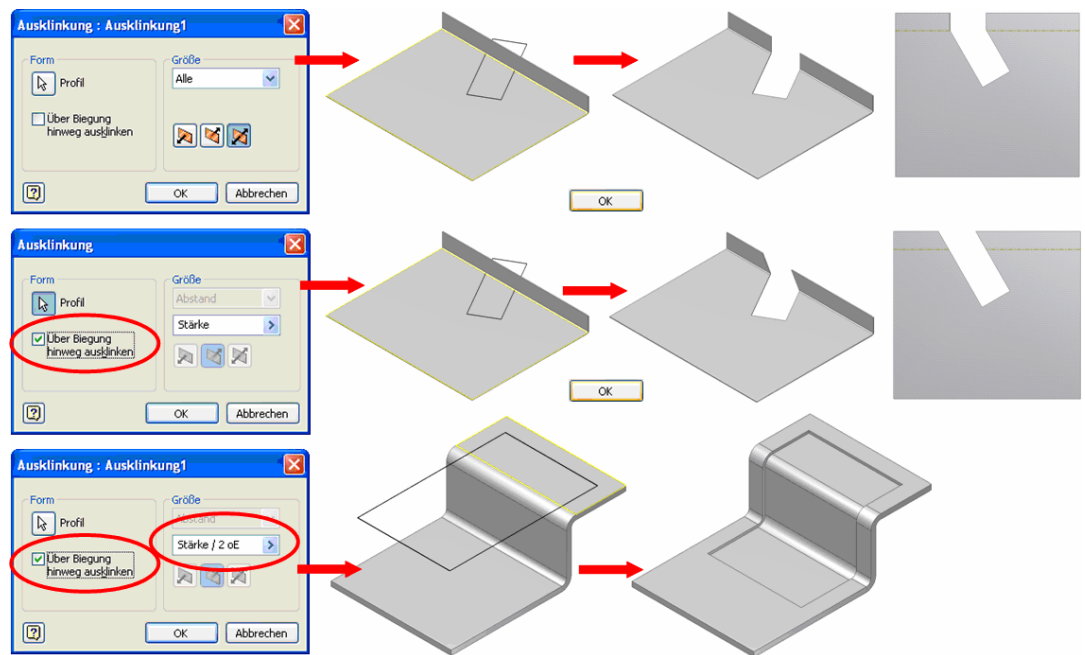

Bild 25: Ausklinkung, verschiedene Ergebnisse je nach Einstellung im Dialogfenster
1. Ausklinkung aus dem modellierten Bauteil (erste Reihe in Bild 25). Diese Einstellung wäre beispielsweise erforderlich, wenn die Ausklinkung am gebogenen Blechteil durch ein imaginäres Schneidwerkzeug generiert würde.
2. Ausklinkung aus dem abgewickelten Blech „über Biegung hinweg ...“ (zweite Reihe in Bild 25). Diese Einstellung wäre erforderlich, wenn die Ausklinkung am abgewickelten Blechteil mit einem rechteckigen Werkzeug ausgestanzt würde.
3. Prägung im abgewickelten Blech mit vorgegebener Tiefe (dritte Reihe in Bild 25)